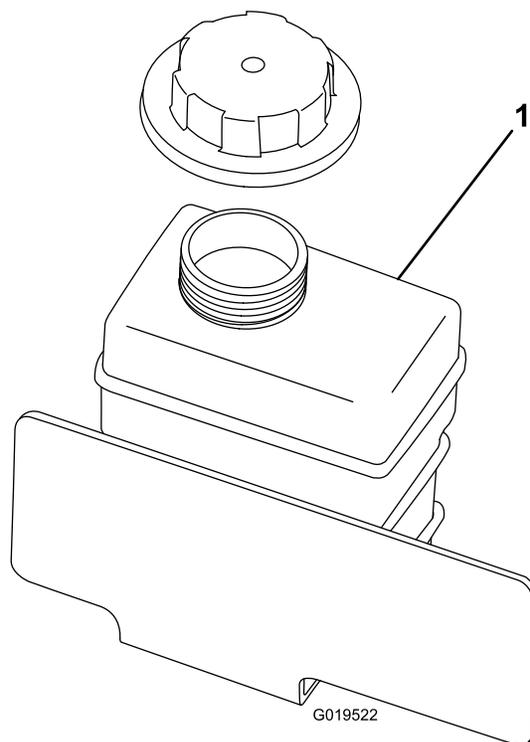

Figure 25
2. Contrôlez le niveau du liquide de refroidissement dans le vase d'expansion (Figure 25).